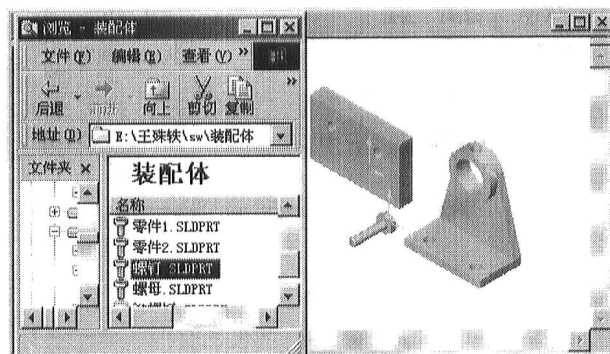

图 1-6 用资源管理器导入零件之一
(1) 打开 Windows 下的资源管理器，使它显示在最上层，而不被任何窗口所遮挡。
(2) 找到有关零件所在的目录，拖动所要导入的零件（如螺钉）到 SolidWorks 的显示窗口的任意处，如图 1-6 所示。